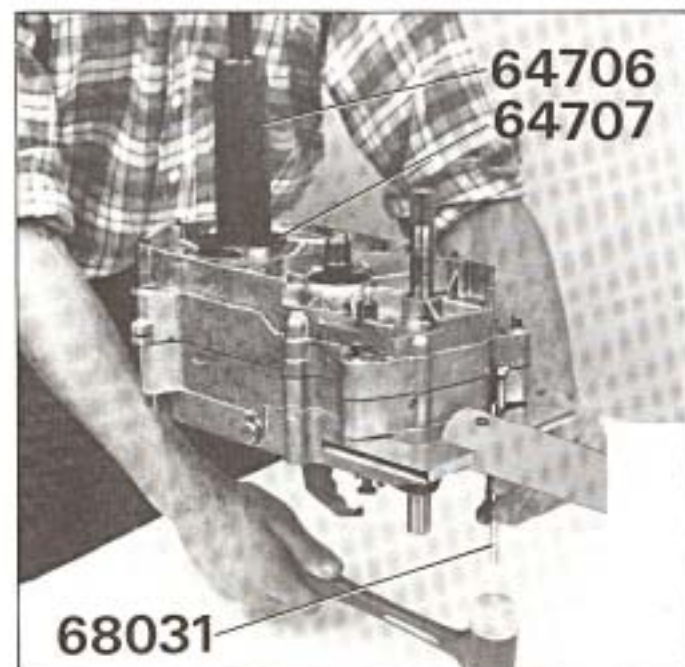

Fig. 17
- Positionner l'outil 64706 équipé de la plaque 64707 et fixer celle-ci à l'aide des 3 vis en lieu et place du couvercle de palier (figure 17).
- Décoller l'arrière des carters en utilisant la tige de poussée 68031, dont la partie aplatie a été introduite entre les carters dans l'évidement prévu à cet effet (figure 17). Frapper sur l'extrémité de la tige pour décoller les carters.